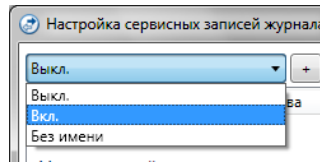

Рис. 47 Окно настройки сервисных записей журнала
- ✓ В меню (рис. 47) выбрать *Вкл.*